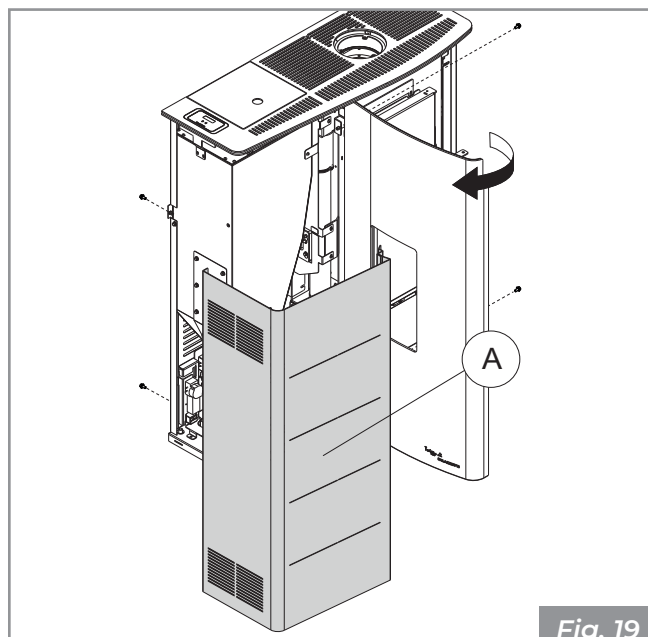

Fig. 19
- Aprire la porta ed agire sulle viti per rimuovere il fianco sinistro (**A - Fig. 19**).